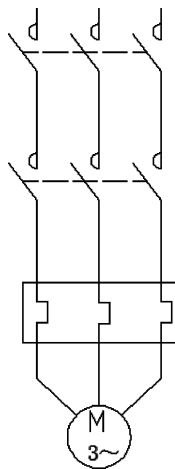

图 6-100 复制
(9) 再次将插入并复制的 3 个 KM1 图块向上复制到 KM1 图块的上端点, 如图 6-100 所示。